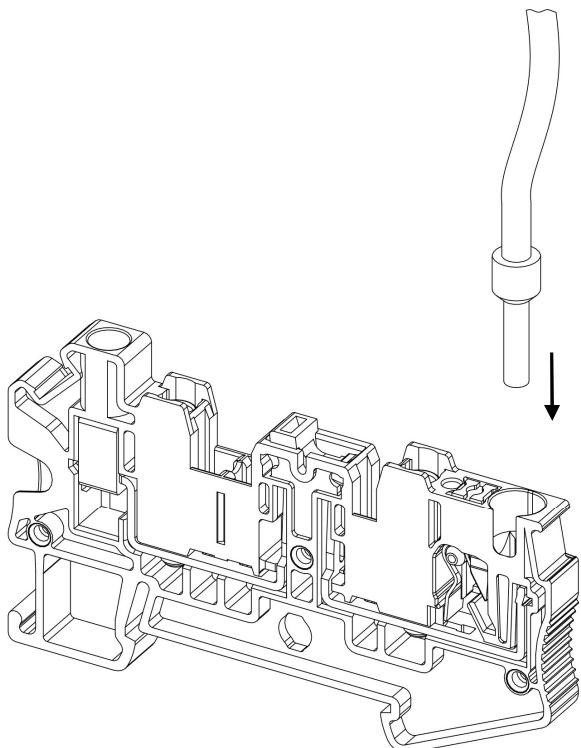
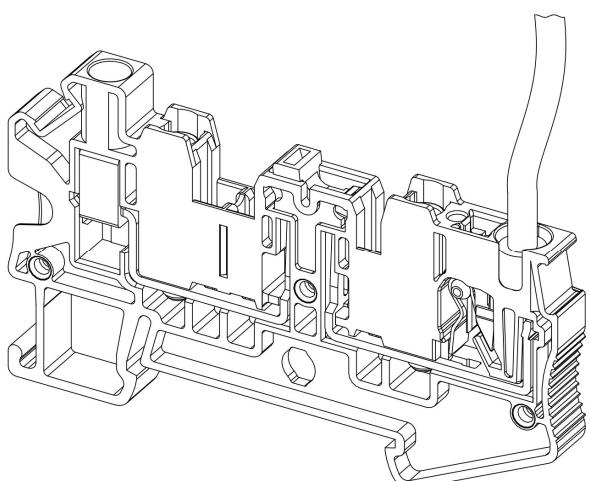

Рисунок 23 – ввод проводника в точку подключения
Рисунок 24 – проводник в точке подключения
- Вставьте гибкий проводник **подходящего сечения с кабельным наконечником** до упора в точку подключения (**овальное отверстие**) клеммы (рис. 23; рис. 24);